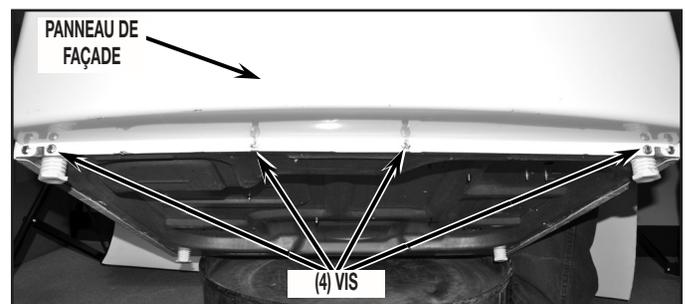

FIGURE 7
11. Ôter le panneau de façade : ôter d'abord les quatre (4) vis de fixation, en bas du panneau de façade - voir la *Figure 7*.